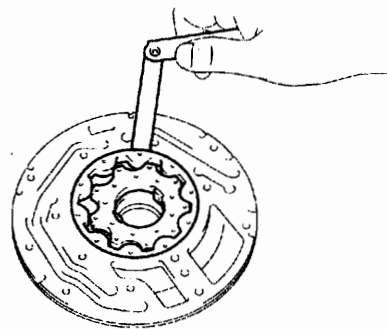

图 12-1-105
(8) 检查机油泵总成间隙。
①如图 12-1-105 所示, 将从动齿轮推到泵体一侧, 用塞尺测量间隙, 标准泵体间隙为 0.10~0.17mm, 最大泵体间隙为 0.17mm。若泵体间隙大于最大值, 则更换驱动齿轮、从动齿轮或泵体。